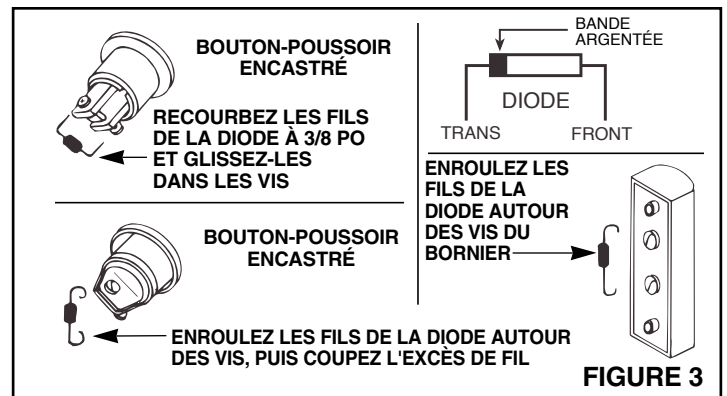

FIGURE 3
La diode (fournie) du bouton-poussoir de la porte principale doit être installée entre les bornes du bornier, comme indiqué à la Figure 3.
2. **Reportez-vous à la Figure 3.** Selon le type de bouton-poussoir utilisé, raccordez les fils de la diode aux deux (2) bornes du bouton-poussoir.